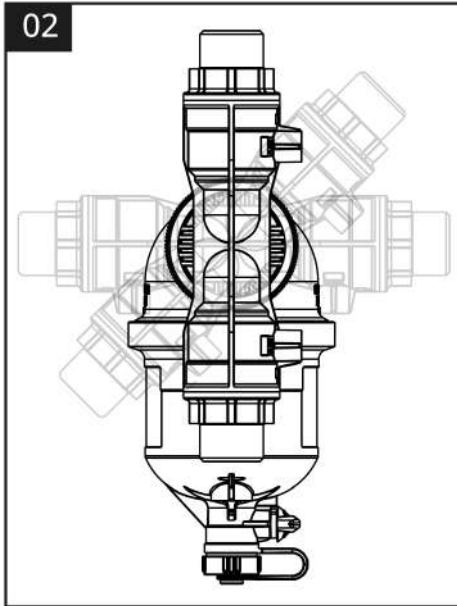

Figura 02
2. Las tuberías de entrada/salida pueden ser verticales, horizontales o estar inclinadas a 45° (véase la Figura 02). Para modificar la orientación de las conexiones, afloje completamente la abrazadera de fijación **I**, suelte el cuerpo del desfangador (constituido por las dos carcasas **A** y **B**) y vuelva a montar las conexiones con la inclinación deseada. Apriete de nuevo la abrazadera de fijación **I**.